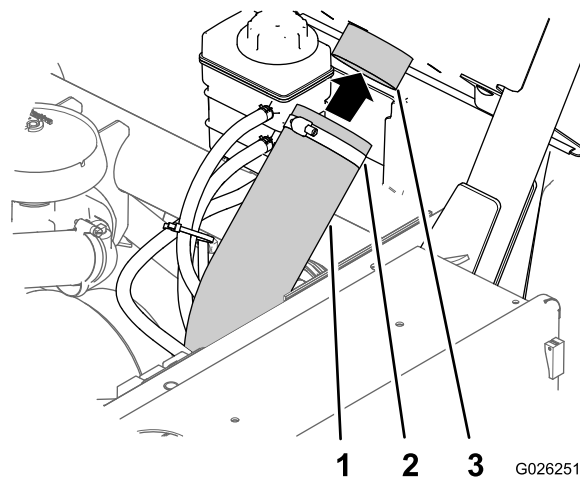

Figura 7
3. Allineate il flessibile della presa d'aria CVT sul connettore del tubo della presa d'aria nella parte posteriore del pannello del ROPS e serrate la fascetta stringitubo (Figura 7).